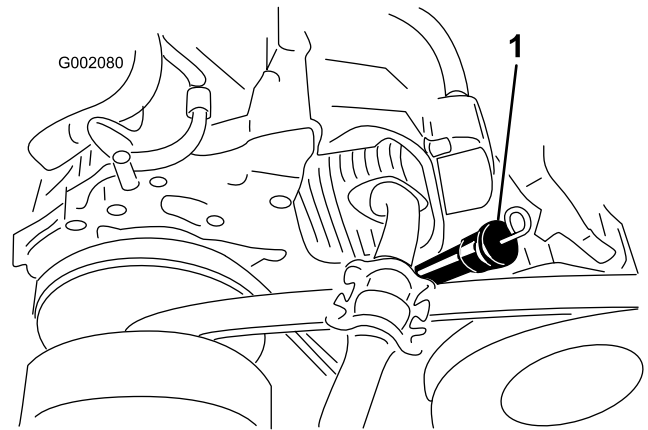

Figura 41
9. Vierta aceite del tipo especificado en el tubo de llenado hasta que el nivel llegue a la marca Full (Lleno) de la varilla (Figura 41).
10. Introduzca la varilla a fondo en el tubo de llenado, retire la varilla y compruebe el nivel de aceite (Figura 41).
11. Instale la varilla en el tubo de llenado hasta que la varilla está colocada firmemente (Figura 41).
8. Limpie alrededor de la varilla de aceite y el tubo de llenado, y retire la varilla de aceite (Figura 41).